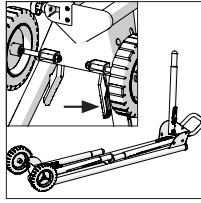

Fig. 2
- Tryck på benets låsspak (Fig. 2) för att få låsstiftet att släppa och placera benet. Repetera med alla 4 ben.